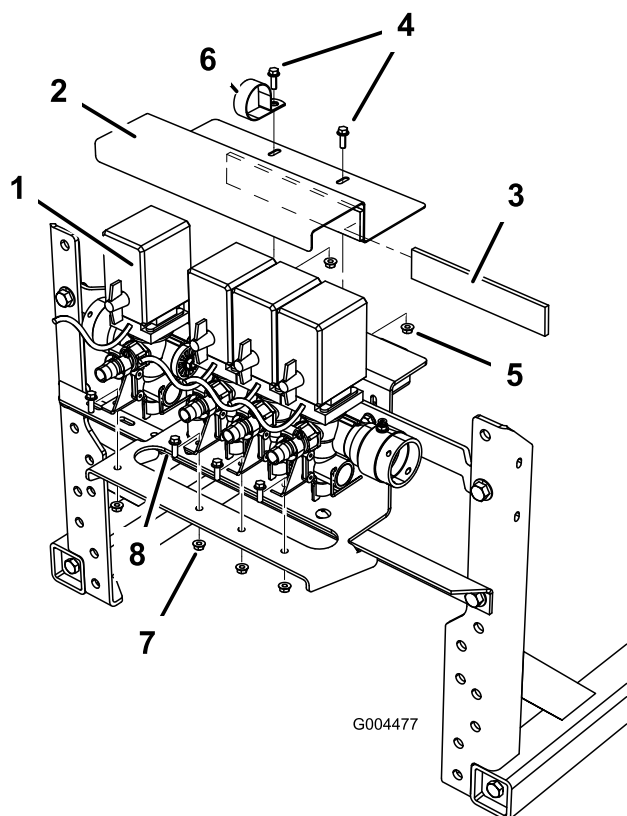

Figure 11
- Fixez le bloc de vannes au support au moyen des fixations que vous avez retirées précédemment (Figure 11).
6. Placez la bande de mousse sur le support supérieur du bloc de vannes (Figure 11).